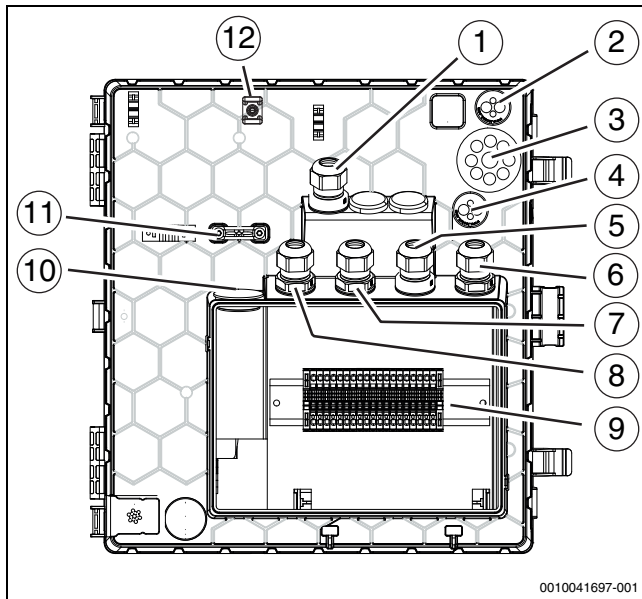

Bild 33 Kabeldurchführungen zum Klemmenkasten
3. Kabel in den Klemmenkasten führen (→ Abbildung 33).
Bei Kabeldurchführungen (→ Abbildung 33 [2], [3], [4], [10]) genügt ein kleiner Einstich in die Membran, dann können die Leitungen durchgeschoben werden.
- Nach dem Einführen der Kabel die Kabelverschraubungen festziehen (→ Abbildung 33 [1], [5], [6], [7], [8]).
- Die festgelegten Befestigungspunkte [12] für die Befestigung der durch die Einführungen geführten Kabel verwenden (→ Abbildung 33 [2], [3], [4]).